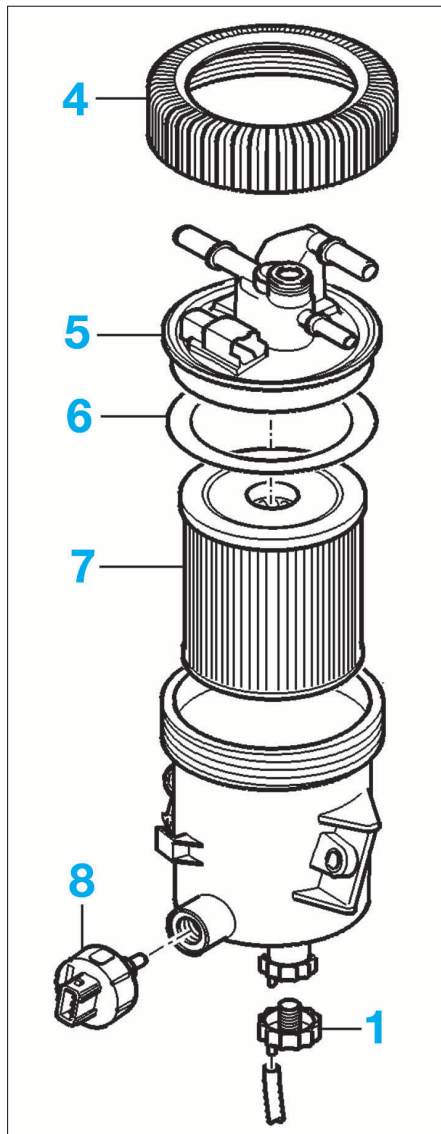
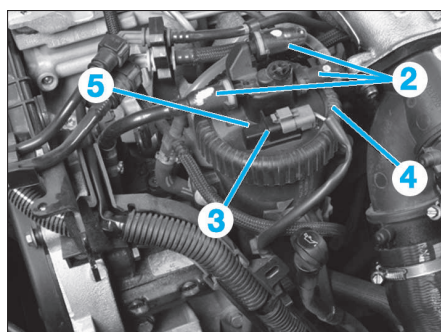

FIG. 62
FIG. 63
- Ouvrir la vis de purge (1) (Fig.62).
- le connecteur du détecteur d'eau (8) (si équipé).
- les raccords de carburant (2) (Fig.63).
- le connecteur du réchauffeur (3).
- la bague (4).
- le couvercle (5).
- le joint (6) (Fig.62).
- le filtre (7).
- Vidanger le reste de carburant à l'aide de la vis de vidange (1).